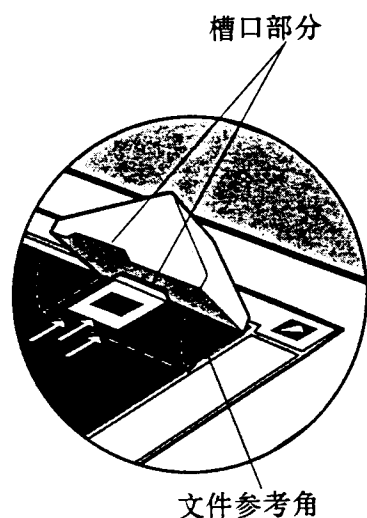

图1 - 幻灯片的位置
1. 抬起扫描仪盖板，将HP ScanJet幻灯片适配器放在玻璃板右上角，如图1所示。如果位置正确，适配器上的三角标记应该与文件参考角里的三角标记对齐。
2. 抬起HP ScanJet幻灯片适配器的一边，使其向扫描仪盖板倾斜，然后放入35毫米幻灯片，使幻灯片的顶部边缘平齐地紧靠HP ScanJet幻灯片适配器的顶端参考边线，并使幻灯片在适配器槽口里处于水平方向居中位置，如图1所示。幻灯片的观看面应该朝下，就象扫描印刷图片时一样。(观看面的边框上可能会有幻灯片名称或编号。)